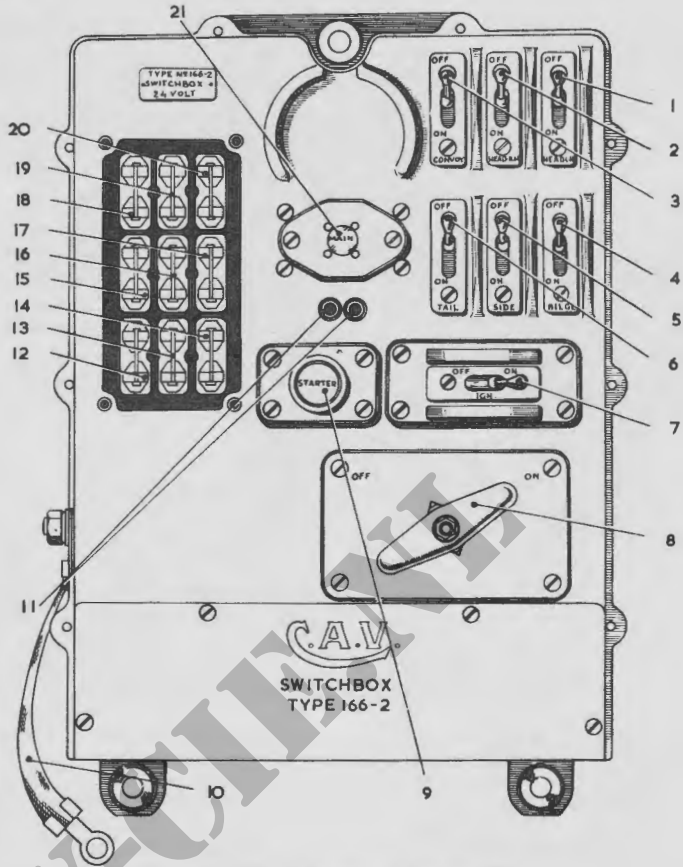

Fig. 30. Chauffeursschakelbord
- Eén op het schakelbord van de chauffeur (fig 30 nr 11).
#### 178. Schakelaars voor de buitenverlichting (fig 30)
**181. Startknop (fig 30 nr 9)**